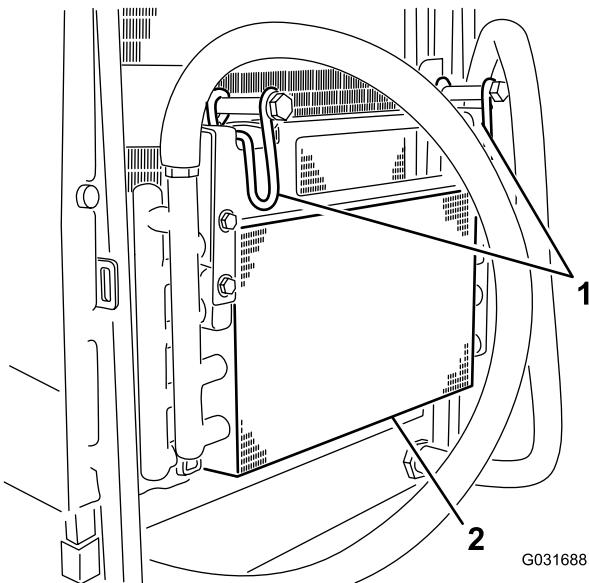

Рисунок 49
- Поверните защелки внутрь, чтобы освободить маслоохладитель (Рисунок 49).